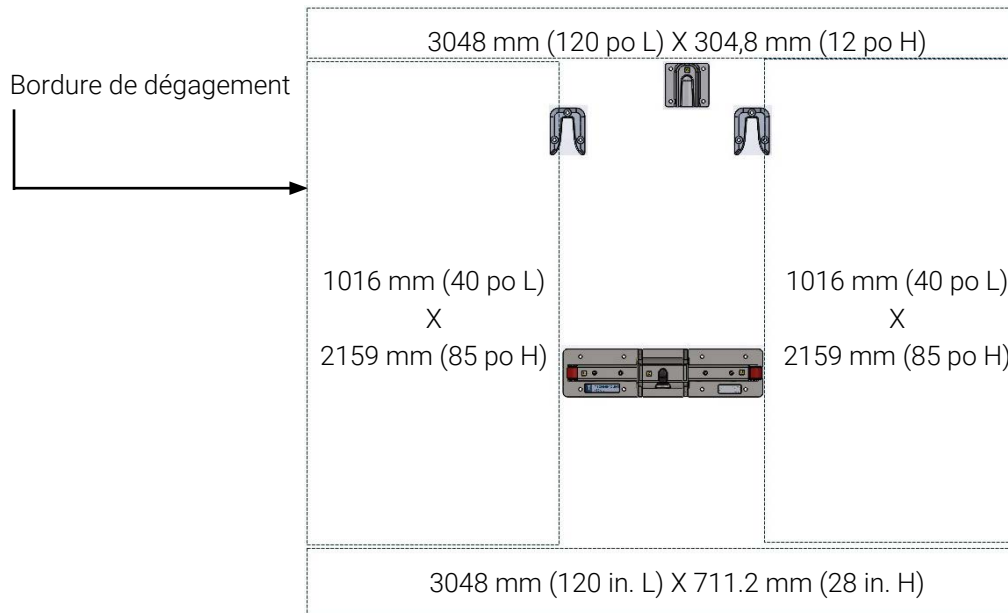

Figure 22: Mesures de la bordure de dégagement (installation centrale)
- Pour une installation centrale, une bordure de dégagement de 3048 mm (120 po) W X 3175 mm (125 po) L est recommandé (Figure 22).